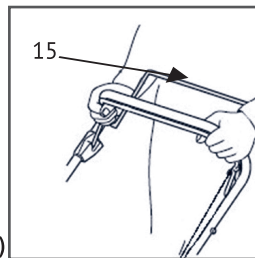

рис. 7
6. Нажмите и удерживайте рычаг остановки двигателя (2). Рис. 7а.
7. Подтяните ручку стартера (6) до момента, когда почувствуете сопротивление и резко потяните ее для запуска двигателя. Не бросайте ручку стартера (6) после запуска, а плавно отпустите ее. Если двигатель не запускается, повторите процедуру 2-3 раза. Рис. 7б.
10. Нажмите и удерживайте рычаг привода колес (15), газонокосилка начнет движение. Рис. 7с.